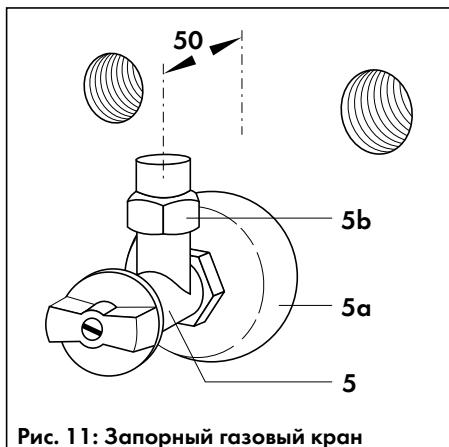

Рис. 11: Запорный газовый кран
- Предварительно навинтите с уплотнением верхнюю часть разъёмного резьбового соединения (5b, рис. 11) на штуцер входного газового патрубка (9, рис. 14) в аппарате. В случае, когда аппарат подсоединяется к газопроводу большого диаметра, соединение с краном большего диаметра выполняется через соответствующий переходник (30), как показано на рис. 14.